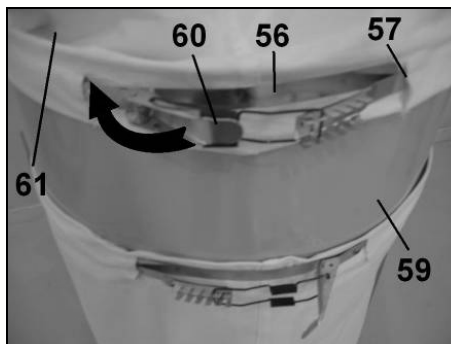

Fig 26
- Insérez la sangle à feuillard (56) à l'intérieur de l'ourlet (57) des sacs de filtration (61) (Fig 26).
- Placez les sacs (61) en haut de chacun des collecteurs (59), au-dessous du bourrelet de maintien.
- Positionnez correctement les sacs (61), placez le crochet de la sangle dans les griffes de maintien et serrez en abaissant la manette (60).